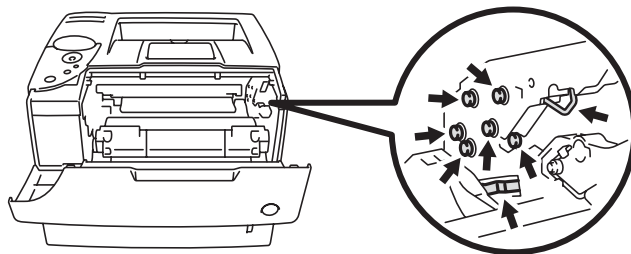

Figure 5-3
- Pour éviter tout dommage à l'imprimante résultant de l'électricité statique, ne mettez pas les doigts sur les électrodes indiquées dans la figure 5-3.